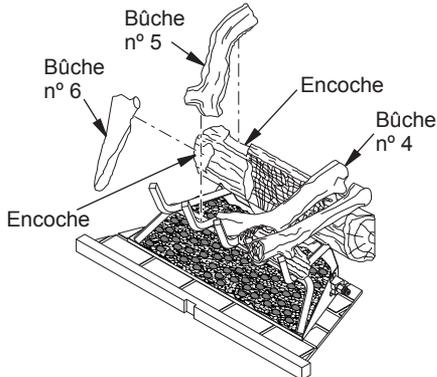
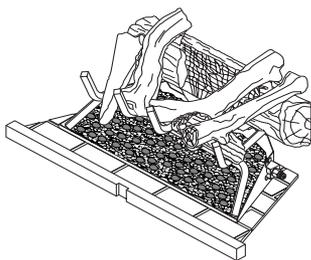

Figure 27 - Installation des bûches n° 5 et n° 6
Figure 28 - Bûches installées pour les modèles M36, M36P, VM36 et VM36P
le doigt central de la grille, tel qu'illustré à la figure 27.
5. Placez l'extrémité supérieure de la bûche n° 5 dans l'encoche du côté gauche de la bûche n° 2 (voir figure 27, page 16). Faites reposer l'extrémité inférieure de la bûche n° 5 sur la grille, tel qu'illustré à la figure 28.
6. Insérez l'extrémité inférieure de la bûche n° 6 entre les deux premiers doigts de la grille, tel qu'illustré à la figure 28 et placez l'extrémité supérieure de la bûche n° 6 dans l'encoche située à l'avant de la bûche n° 2, tel qu'illustré à la figure 28.